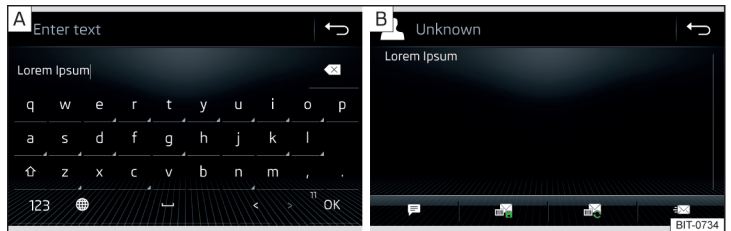

Fig. 206 Saisie d'un message texte/Vue d'un message texte
- Rédigez un message et actionnez la touche de fonction **OK** » fig. 206 - [A], un aperçu du message texte s'affiche » fig. 206 - [B].
Pendant la création du message, dans la touche de fonction **OK** le nombre de caractères saisi est affiché » fig. 206 - [A].
Une fois la vue du message ouverte, » fig. 206 - [B] les fonctions suivantes peuvent être exécutées.